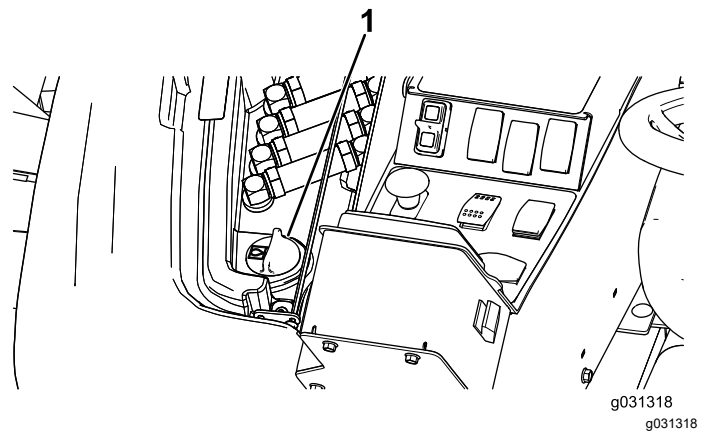

Figura 99
2. En el lado derecho de la máquina, levante la tapa para tener acceso al tapón del depósito hidráulico (Figura 99).
3. Limpie la zona alrededor del cuello de llenado y el tapón del depósito hidráulico (Figura 99).